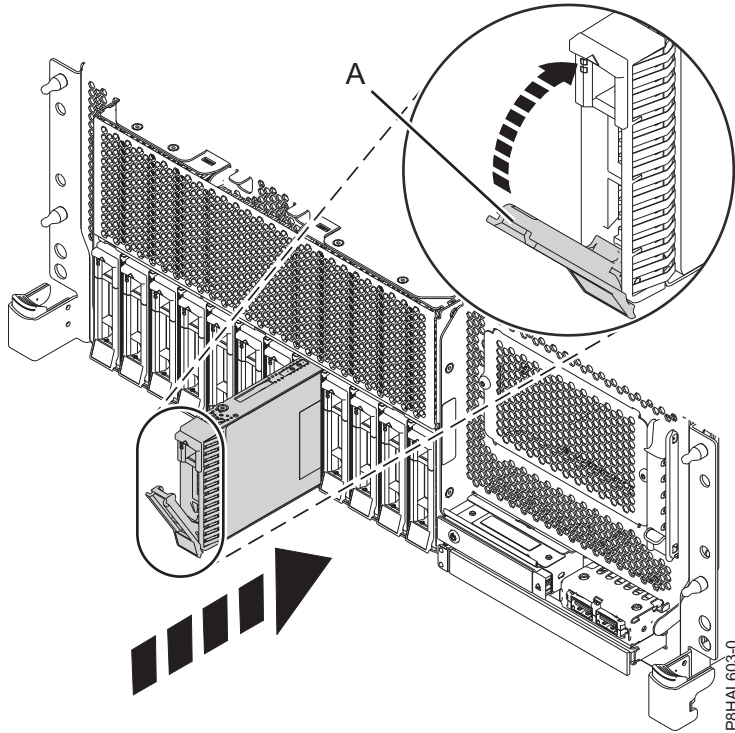

Figure 46. Installation d'une unité de disque dans un système à fonction de base monté en armoire
4. Déverrouillez la poignée de la baie d'unité (A) en appuyant dessus et en la tirant vers vous. Si la poignée n'est pas complètement sortie, vous ne pouvez pas insérer l'unité dans le système. Voir figure 46, à la page 52, figure 47, à la page 52, figure 48, à la page 53 et figure 49, à la page 54.
8. Lorsque le voyant d'identification de l'emplacement sélectionné clignote, faites glisser complètement l'unité dans le système et poussez complètement la poignée de la baie d'unité (A) jusqu'à ce qu'elle se verrouille. Voir : figure 46, à la page 52, figure 47, à la page 52, figure 48, à la page 53, et figure 49, à la page 54.